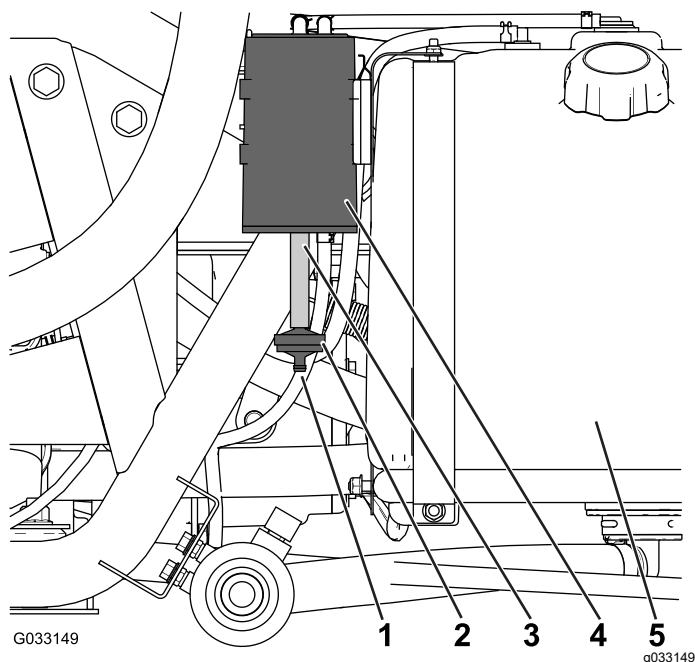

Bild 47
Prüfen Sie an der Öffnung unten am Luftfilter den Aktivkohlefilter und stellen Sie sicher, dass er sauber ist und keine Rückstände oder Verstopfungen hat (Bild 47).
1. Entfernen Sie das gezahnte Anschlussstück des Aktivkohlefilters von der Leitung unten am Aktivkohlefilter und nehmen Sie den Filter ab (Bild 47).